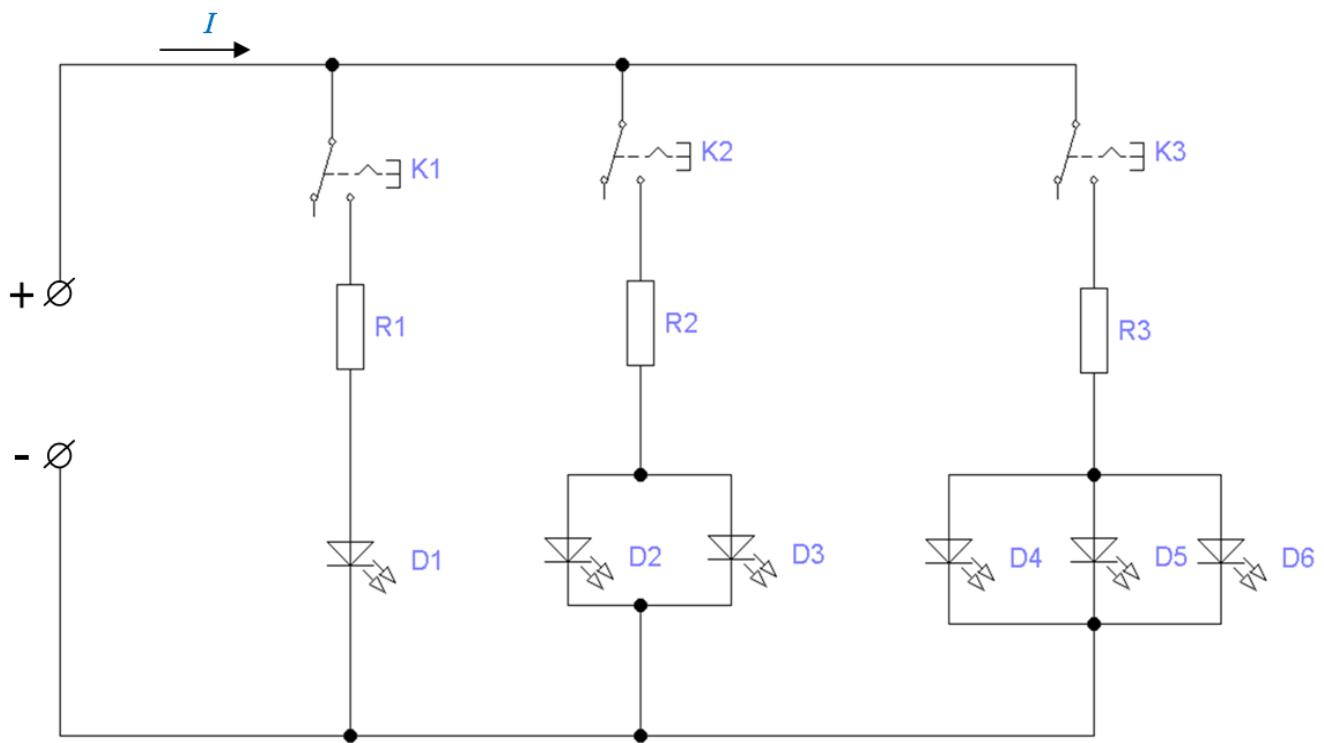

Рис. 1
1. Дополните схему (рис.1) элементами, которые необходимы для работы цепи в трех режимах: при установлении напряжения на блоке питания 6В и замыкании ключа (кнопки) K1, остальные ключи (кнопки) разомкнуты, загорается зеленый светодиод D1; при установлении напряжения на блоке питания 9В и замыкании ключа (кнопки) K2, остальные ключи (кнопки) разомкнуты, загораются два зеленых светодиода D2 и D3; при установлении напряжения на блоке питания 12В и замыкании ключа (кнопки) K3, остальные ключи (кнопки) разомкнуты, загораются красные светодиоды D4, D5, D6.